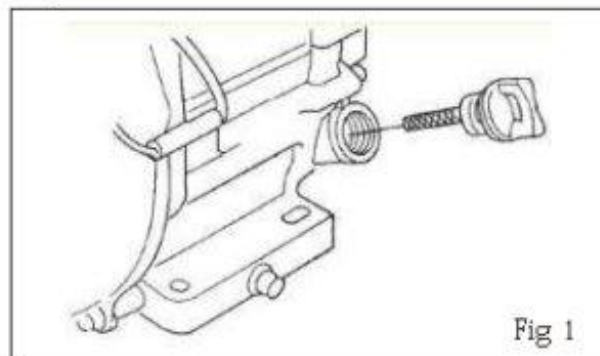

Fig 1
2. Retire la varilla medidora del orificio para el llenado de aceite del motor (Fig 1) y límpiela.
4. Si el nivel de aceite está bajo (Fig 1) llene por la orilla del orificio con el tipo de aceite recomendado (Tabla 1).